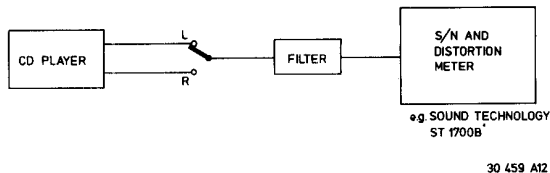

Fig. 6
- een 7e orde filter b.v. 4822 395 30204 (zie fig. 6).